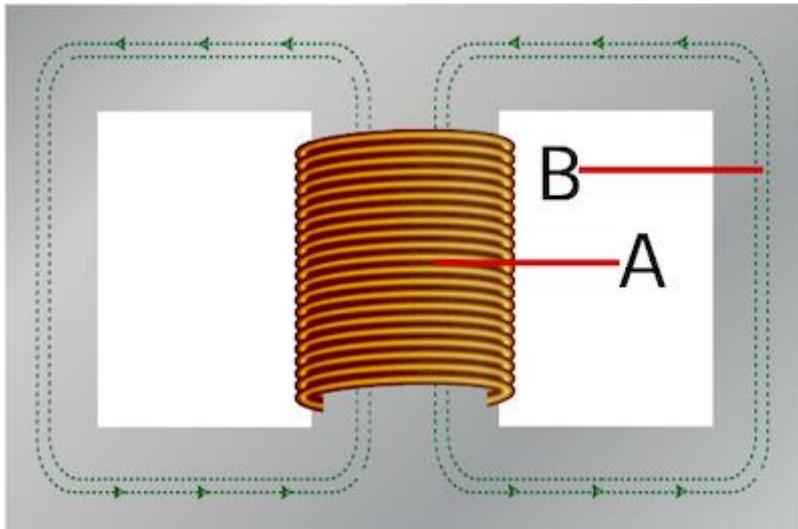

Figure 4 : Transformateur à enveloppe avec couches d'enroulements primaires et secondaires (A) et noyau (B)
- **Transformateur à coquille** : Dans un transformateur à coquille, les enroulements primaires et secondaires passent à l'intérieur du noyau magnétique en acier, formant une coquille autour des enroulements, comme le montre la figure 4.
Dans un transformateur à coque, les bobines primaires et secondaires sont enroulées et montées en couches empilées avec de l'isolant entre elles (figure 4 étiquetée A). Les enroulements primaire et secondaire sont enroulés sur la même branche centrale, dont la section est deux fois plus grande que celle des deux branches extérieures. Un milieu isolant approprié sépare les deux enroulements. Comme les bobines primaires et secondaires sont enroulées à proximité les unes des autres, un transformateur à coque présente l'avantage de réduire les pertes dans le noyau et d'augmenter le rendement global.